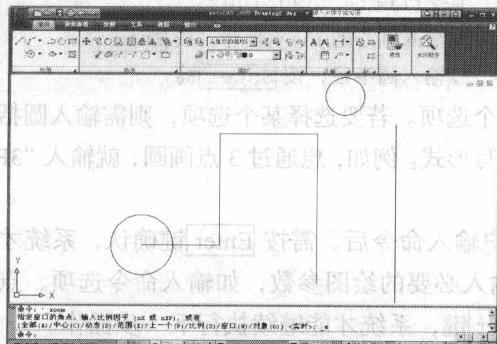

图 1-8 全部显示图形
10. 单击【功能区】中【实用程序】面板上的 按钮，图形又全部显示在窗口中，如图 1-8 所示。